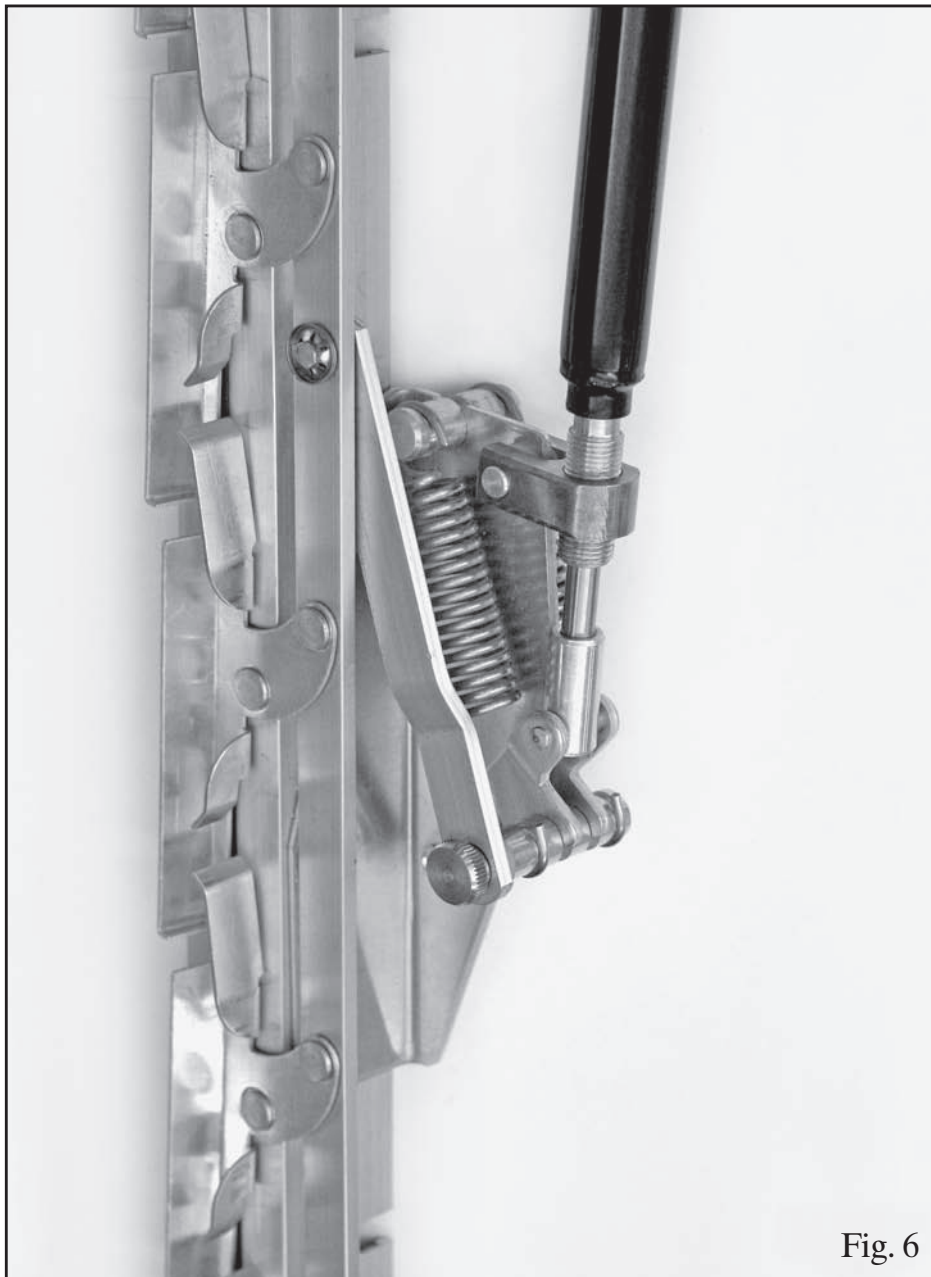

Fig. 6
11. Skruva in cylindern i cylinderupphänget (2) tills lika mycket av gången är synlig på varje sida om höljet. Kontrollera att kolvstången har förts in i stånghållaren (4) – se fig. 6.